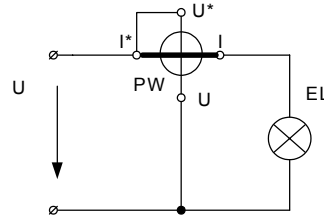

Рис.1.11. Вимірювання потужності
**Вимірювання потужності** виконується за допомогою *ватметра*  $PW$  (рис. 1.11). Ватметр має 2 обмотки і відповідно 4 затискача. Перша обмотка - струмова, виконана проводом більшого перетину і розрахована на послідовне вмикання з навантаженням. Вхідний (генераторний) затискач її позначений  $I^*$ , вмикається з боку джерела, а вихідний - позначений літерою  $I$ . Друга обмотка - напруги. Затискачі  $U^*$  і  $U$  вмикаються в коло паралельно навантаженню. Затискач  $U^*$  необхідно поєднати з тією ж точкою кола, що і  $I^*$ .